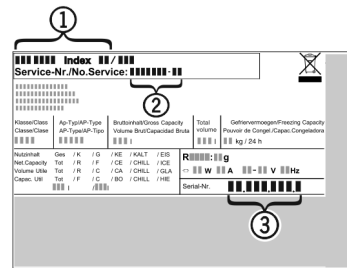

Fig. 35
- ▶ A készülék megnevezését Fig. 35 (1), a szerviz- Fig. 35 (2) és sorozatszámot Fig. 35 (3) a típus tábláról olvassa le. A típustábla a készülék belsejében baloldalon található.
- ▶ Értesítse a vevőszolgálatot a hibáról, és adja meg nekik a készülék megnevezését Fig. 35 (1), a szerviz- Fig. 35 (2) és a sorozatszámot Fig. 35 (3).